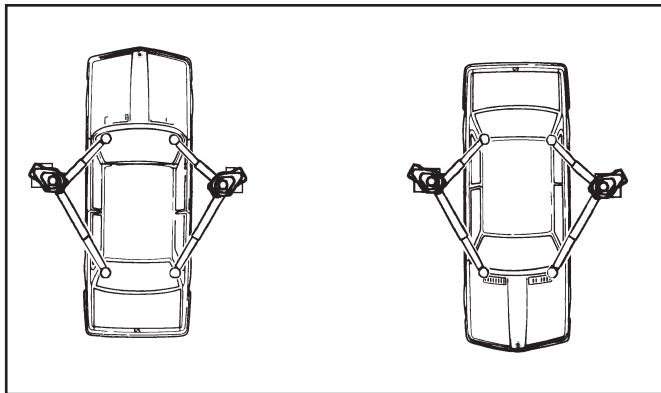

Fig.16 - Abb.16
- il veicolo sia posizionato in maniera corretta (fig.16)
- the vehicle is correctly positioned (see. fig.16)
- positionner correctement le véhicule (fig. 16).
- das Fahrzeug korrekt positioniert ist (Abb. 16);
- el vehículo esté colocado de forma correcta (fig. 16).